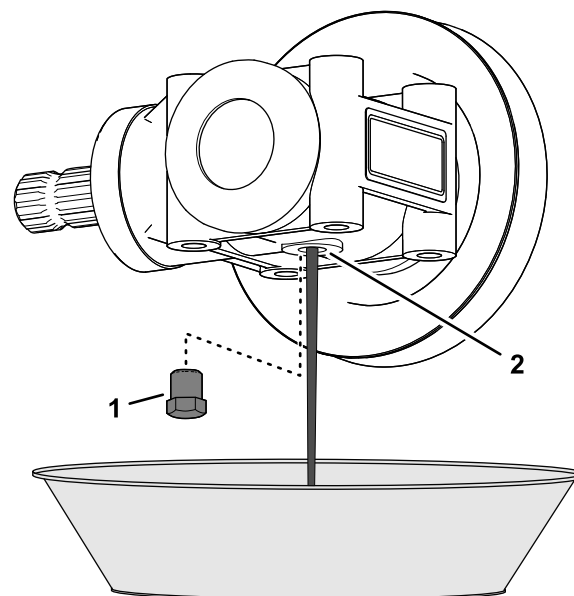

図 119
1. ギアボックスのケースについているプラグを外す 図 119。
2. ギアボックスの下にオイル回収容器を置き、古いオイルを容器に回収する 図 119。